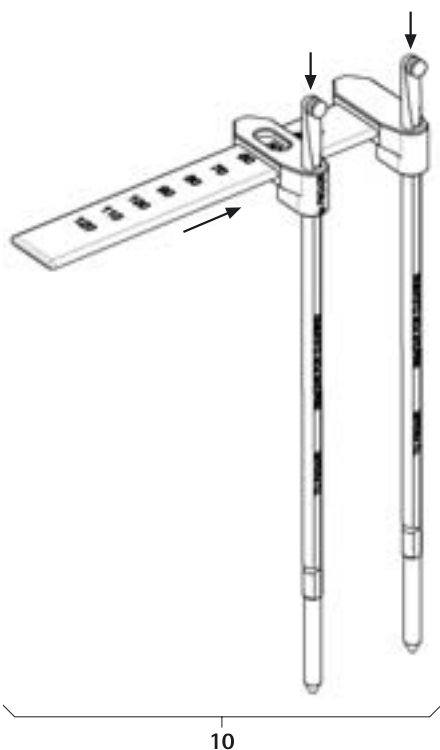

Fig. 10
- Montare il misuratore lunghezza barre 10, vedere Fig. 10.